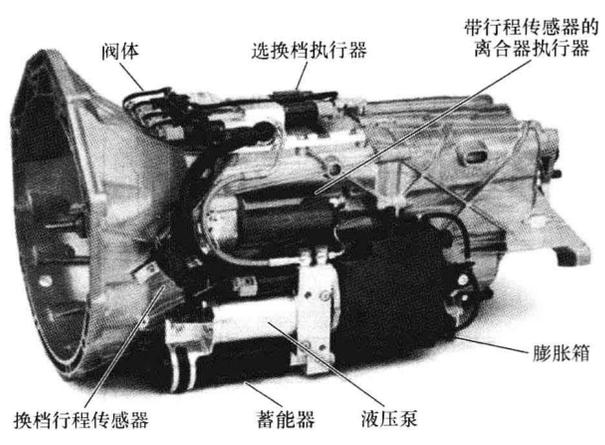

图 1-5 宝马 SMG 变速器
1) 以电-液执行器为自动换档机构的 AMT 变速器。这种变速器已经在诸如奇瑞 QQ3、瑞麒 M1、雪佛兰赛欧、上汽 MG3 等车型上得到广泛应用，目前采用马瑞利电-液执行器的 AMT 变速器在国内应用最为广泛。宝马 SMG、兰博基尼 ISR 是比较特殊且典型的 AMT 变速器。宝马 SMG 变速器见图 1-5。